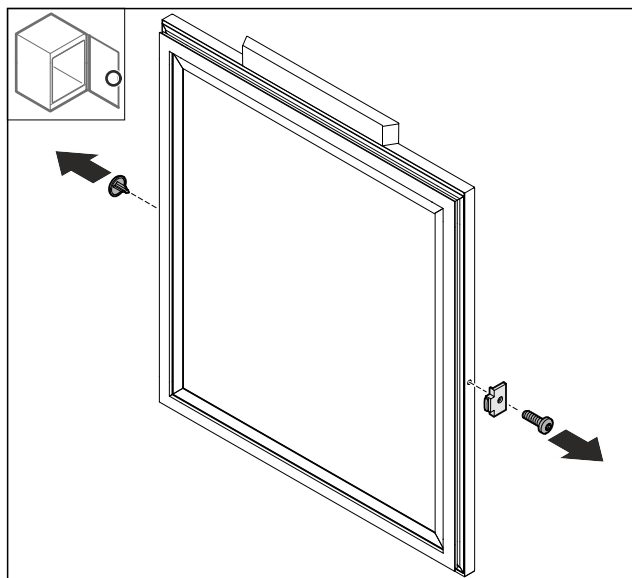

Fig. 73
- Зніміть кожух Fig. 73 (1).
- Демонтуйте дверний обмежувач Fig. 73 (2).